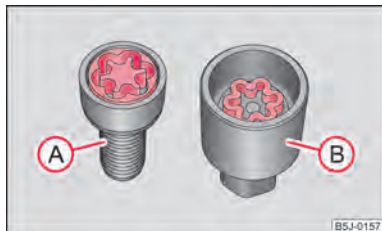

Abb. 145 Illustrationsbild: Sicherheitsradschraube mit Adapter
- Setzen Sie den Adapter (B) mit der verzahnten Seite in die innere Verzahnung des Kopfes der Sicherheitsradschraube (A) ein ⇒ **Abb. 145**.
- Stecken Sie den Radschlüssel bis zum Anschlag auf den Adapter (B).